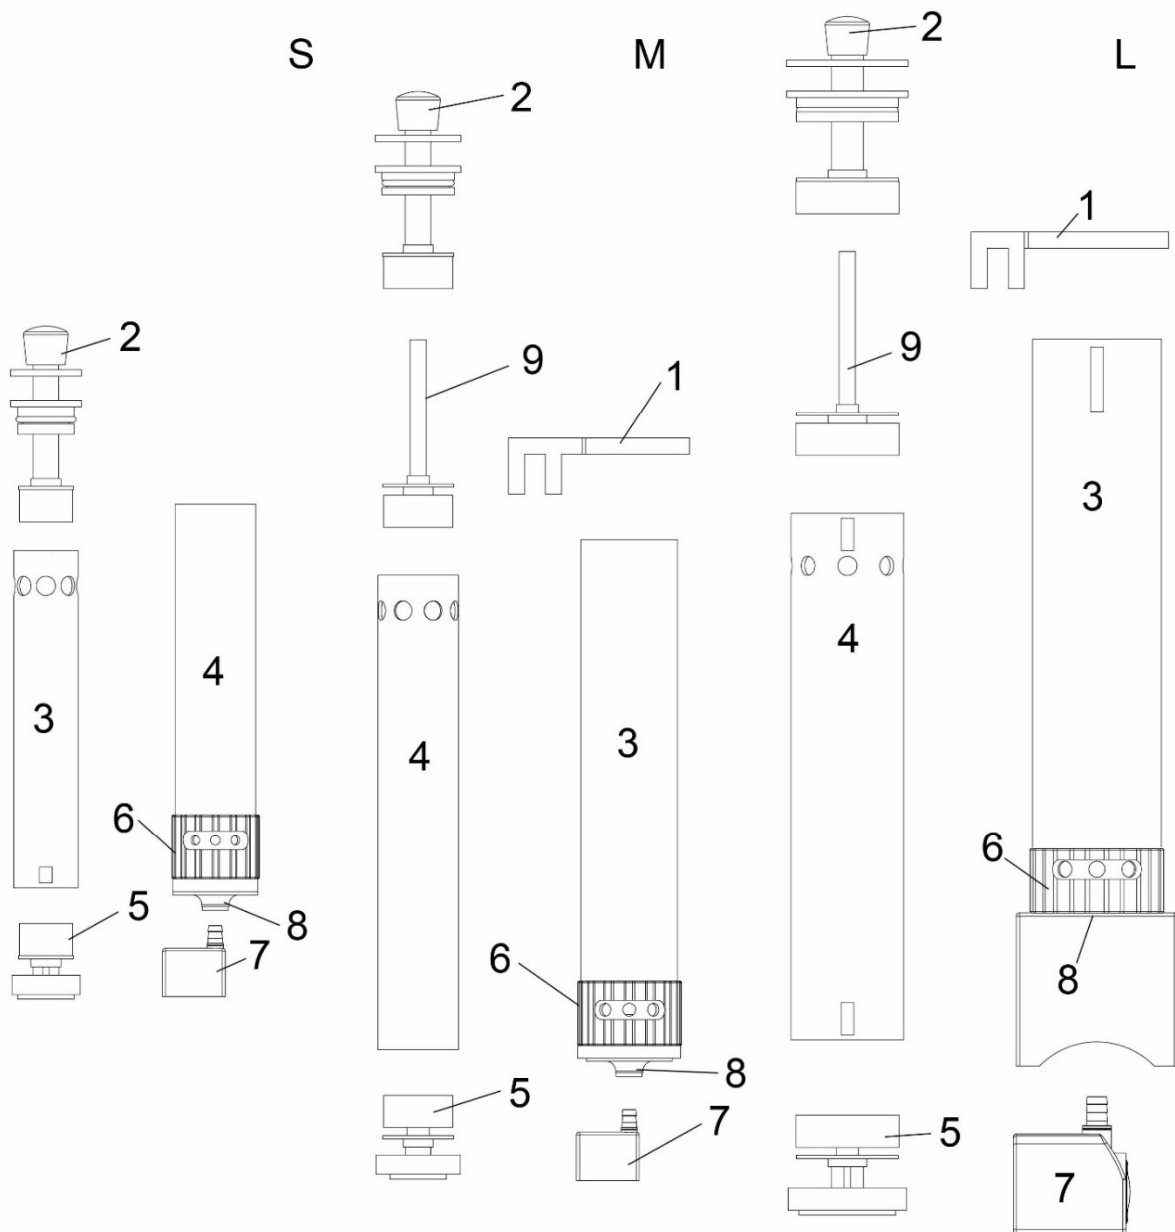

Fig. 2: 1. Holding unit 2. Top cap 3. Outer tube 4. Inner tube 5. Bottom cap 6. Water level control 7. Pump 8. Rubber sealing 9. Divider (only for L and M).
Die **multi reactoren S, M und L Gen II** wurden zum Einsatz in Filterbecken oder Aquarien konzipiert. Mit Hilfe des Halters wird der multi reactor an einer senkrechten Glasscheibe befestigt. Die Pumpe muss im Wasser untertauchen und darf keine Luft ansaugen. Der Rest des Gerätes darf maximal bis zu den oberen Auslauföffnungen (6) eintauchen. Die Eintauchtiefe lässt sich verstellen, indem man die Klemmschraube löst und das gesamte Gerät im Halter verschiebt. Kann der Reaktor wegen eines niedrigen Wasserstands nicht tief genug ins Wasser ragen, dann können Plätschergeräusche auftreten. Durch Drehen der neuartigen Wasserstandsregulierung (Abb. 2, Nr. 6) kann das Wasser im Reaktor angestaut werden, was das Plätschern minimiert.
Abb. 2: 1. Halter 2. Oberer Verschluss 3. Außenrohr 4. Innenrohr 5. Unterer Verschluss 6. Wasserstandsregulierung 7. Pumpe 8. Gummidichtung 9. Divider (nur L und M).
Our **multi reactors S, M and L Gen II** are designed to operate either directly inside the aquarium or inside the filter sump. With the supplied holding unit, the multi reactor can be mounted horizontally on the aquarium glass. The pump needs to be fully submerged to prevent air suction. The entire body may only be submerged maximum up to the outlets (6) on top of the unit. The immersion depth of the unit can be adjusted by opening the clamp screw. If the reactor cannot be put deeply enough into the water due to a low water level, splashing noises can occur. By turning the new water level control (Fig. 2, No. 6), the water in the reactor can be accumulated which minimizes splashing noises.
Les **multi réacteurs S, M et L GEN II** ont été conçus pour être utilisés dans les bacs de filtration ou les aquariums. Le multi réacteur est fixé sur une vitre verticale à l'aide du support. La pompe doit être immergée et ne doit pas aspirer d'air. Le reste de l'appareil ne peut être immergé que jusqu'à l'écoulement supérieur (6). La profondeur d'immersion est réglable, en desserrant la vis de fixation et en décalant l'ensemble de l'appareil dans le support. Si le réacteur ne peut être immergé profondément dans l'eau à cause d'un niveau d'eau trop faible, des bruits d'éclaboussure peuvent se produire. Grâce au nouveau dispositif de régulation de niveau d'eau (Fig. 2, N° 6) l'eau peut être retenue dans le réacteur ce qui diminue considérablement ces bruits.
Fig. 2 : 1. Support 2. Bouchon supérieur 3. Tube extérieur 4. Tube intérieur 5. Bouchon inférieur 6. Régulation d'eau 7. Pompe 8. Joint en caoutchouc 9. Séparateur (L et M uniquement)
De **multi reactoren S, M en L Gen II** zijn ontworpen voor gebruik in de filter tank of aquarium. Met behulp van de houder is deze te bevestigd op een verticale glasplaat van de multi reactor. De pomp moet onderdompelen zijn in het water en mag geen lucht aanzuigen. De rest van de unit mag maximaal tot aan de top uitlaatopeningen (6) onder gedompeld zijn. De dompeldiepte kan worden aangepast met de klemschroef los te maken en het geheel beweegt in de houder. Als de reactor niet ver genoeg in het water teekt t.g.v. laag water niveau, kunnen spetterende geluiden gehoord worden. Door de water niveau regelaar te draaien (fig 2, nr. 6) kann het water niveau geregeld worden en de spettergeluiden geminimaliseerd worden.
Fig. 2: 1. Bevestigingsunit 2. Top cap 3. Buitenste buis 4. Binnenste buis 5. Bodemm cap 6. Water niveau regelaar 7. Pomp 8. Rubber afsluiting 9. Verdeler (alleen voor L en M).
la abrazadera de tornillo. Si el reactor no puede ser puesto lo suficientemente profundo en el agua debido a un bajo nivel de agua, pueden producirse salpicaduras y provocar ruido. Girando el nuevo control de nivel de agua (Fig. 2, No. 6), el agua en el reactor puede ser acumulada y minimiza los ruidos de salpicaduras.
Fig 2: 1. Unidad de sujeción 2. Tapa superior 3. Tubo exterior 4. Tubo interno 5. Tapa inferior 6. Control del nivel de agua 7. Bomba 8. Sellado de goma 9. Divisor (sólo para L y M).